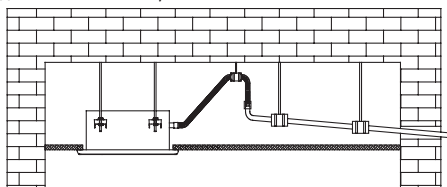

Рис. 7.1
4. Чтобы предотвратить обратный поток воды внутрь кондиционера при остановке работы, дренажная труба должна иметь уклон вниз наружу (в сторону слива) более 1/100. Проверьте, чтобы дренажная труба не набухла и не накапливала воду; в противном случае это вызовет странные звуки во время работы. См. рис. 7.1
5. При подсоединении дренажного трубопровода не тяните за трубы с силой, чтобы не ослабить соединения труб всасывания воды. Вместе с тем, чтобы предотвратить изгиб дренажного трубопровода, установите опорные точки через каждые 0,8—1 м. См. рис. 7.1